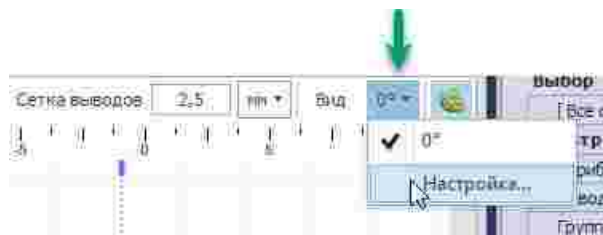

Рис. 253 Настройка типов отображения УГО
3. Раскройте выпадающий список в поле «Вид» и выберите пункт «Настройка...», Рис. 253.